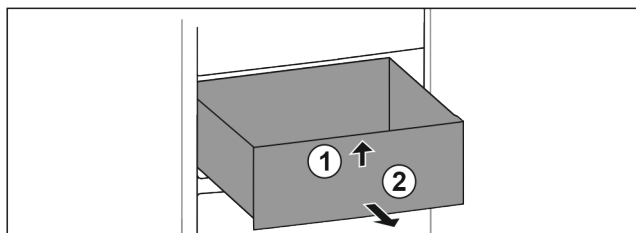

Fig. 23
- ▶ Nadvihnite zásuvku vpredu. Fig. 23 (1)
- ▶ Odoberte zásuvku dopredu. Fig. 23 (2)